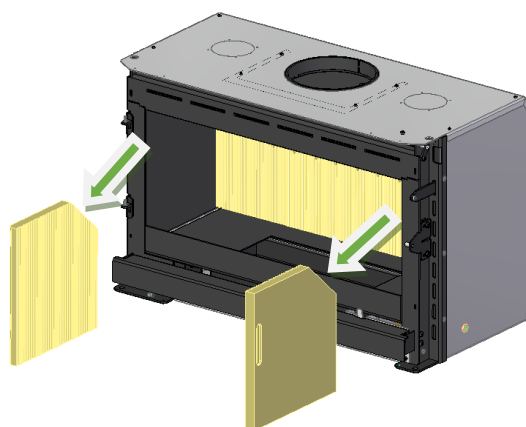

Figure 39 – Démontage des côtés de l'équipement en vermiculite
3. Retirez les 2 pièces sur les côtés, en allant vers le centre de l'équipement et en revenant vers l'extérieur de l'équipement, Figure 39.